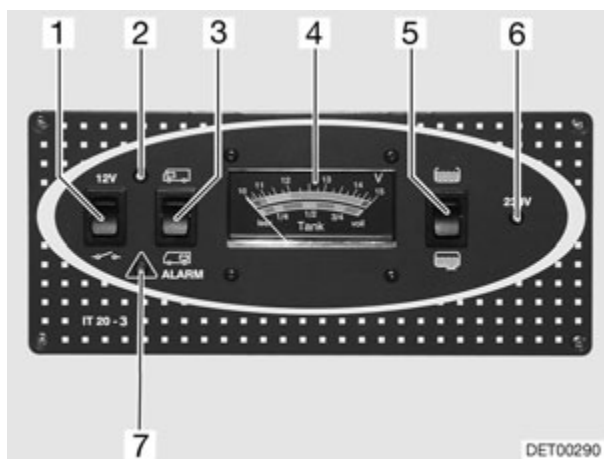

Fig. 115 Panel de control (variante 1)
Observar la escala superior del instrumento indicador V/depósito (Fig. 115,4). El instrumento indicador se ilumina automáticamente al accionar el interruptor.
- Pulsar el interruptor basculante (Fig. 115,3) por arriba "🚐": indica la tensión de la batería del motor de arranque.
- Pulsar el interruptor basculante (Fig. 115,3) por abajo "🚐": indica la tensión de la batería del habitáculo.
La luz roja de ALARMA (Fig. 115,7) parpadea en cuanto la tensión de la batería del habitáculo baja de 11 V (medición durante el servicio) y hay peligro de descarga excesiva.
Observar la escala inferior del instrumento indicador V/depósito (Fig. 115,4). El instrumento indicador se ilumina automáticamente al accionar el interruptor.
- Pulsar el interruptor basculante (Fig. 115,5) por arriba "": indica la cantidad de agua.
- Pulsar el interruptor basculante (Fig. 115,5) por abajo "": indica la cantidad de aguas residuales.
El interruptor principal de 12 V (Fig. 115,1) conecta y desconecta la alimentación de 12 V del habitáculo.
- Pulsar el interruptor basculante (Fig. 115,1) por arriba "12 V": la alimentación de 12 V del habitáculo está conectada. La luz de control (Fig. 115,2) se enciende de color verde.
- Pulsar el interruptor basculante (Fig. 115,1) por abajo "": la alimentación de 12 V del habitáculo está desconectada. Se apaga la luz de control (Fig. 115,2).
La luz de control de 12 V (Fig. 115,2) se enciende cuando se conecta el interruptor principal de 12 V (Fig. 115,1).
Se enciende la luz de control (Fig. 115,6) de 230 V amarilla cuando hay tensión de red en la entrada del bloque eléctrico.